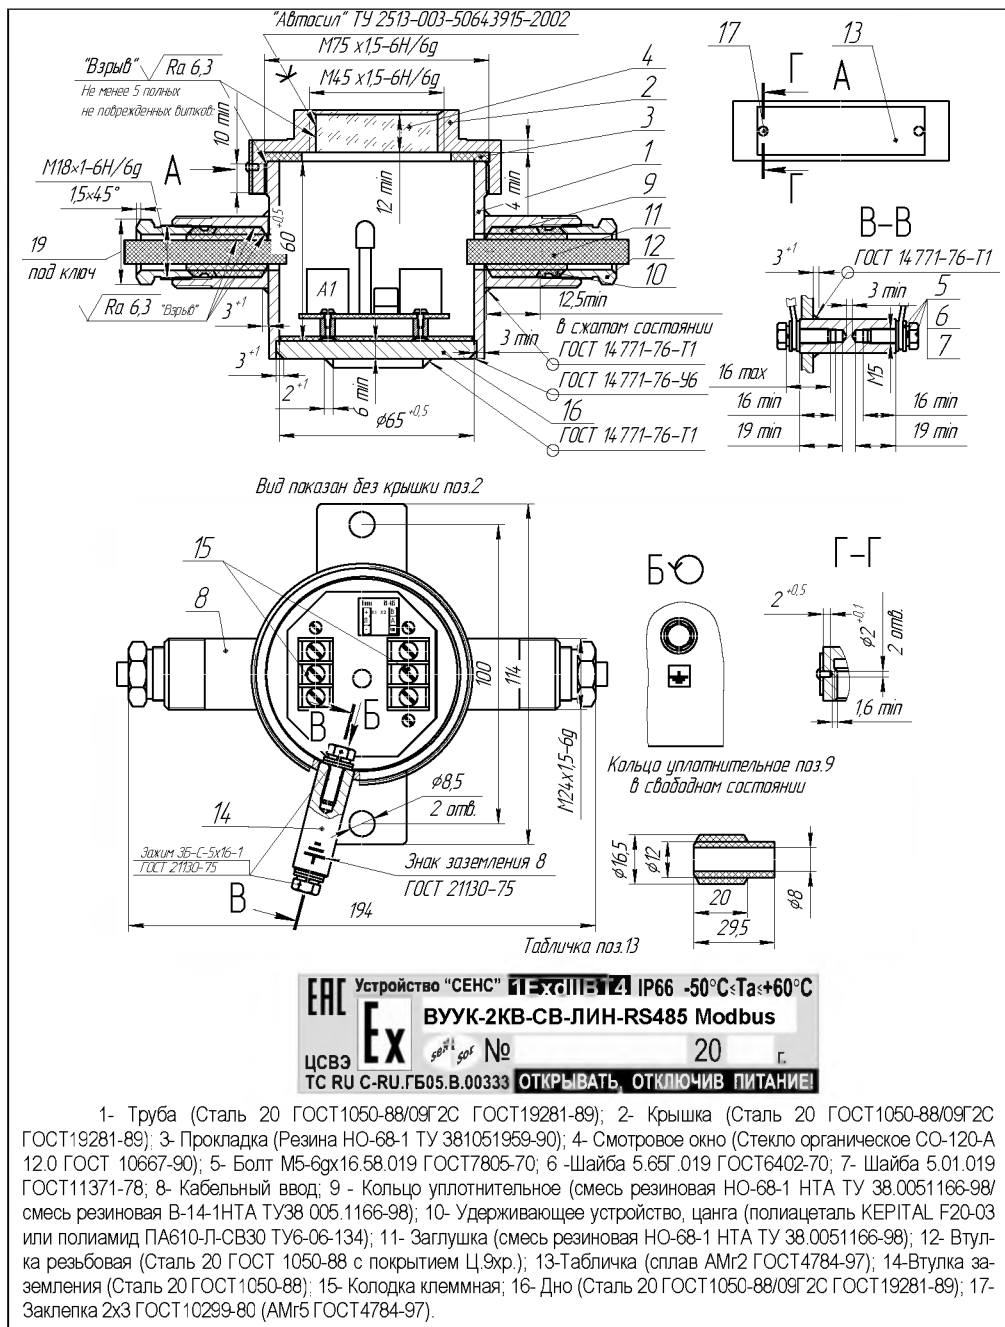
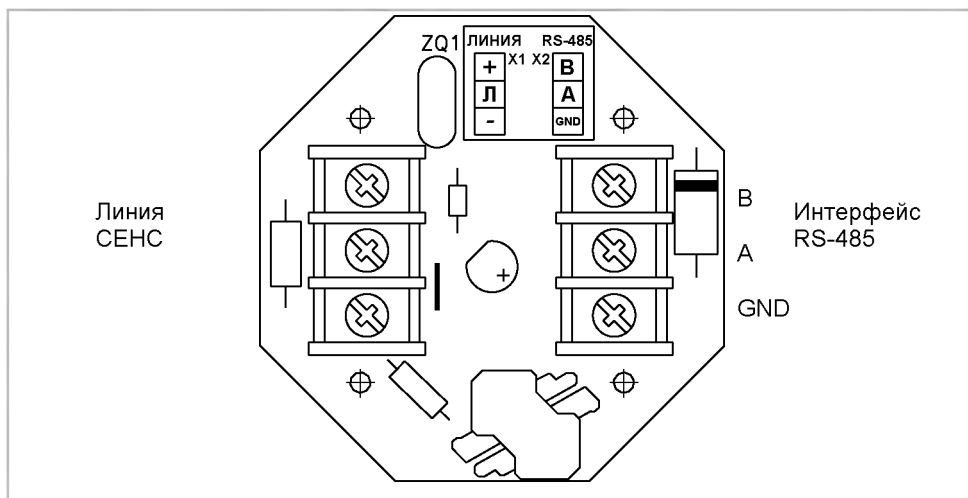

Рисунок 2 – Чертеж средств взрывозащиты адаптера
Рисунок 3 – Внешний вид платы адаптера. Назначение контактов
Адаптер (рисунок 2) состоит из стального корпуса с двумя кабельными вводами, в котором размещена печатная плата (рисунок 3) с элементами схемы (в т.ч. светодиодным индикатором и винтовыми клеммными зажимами) и крышки. Герметичность корпуса обеспечивается резиновыми уплотнениями.
5.2.6 Сопряжения деталей, обеспечивающих взрывозащиту вида «d», показаны на чертеже средств взрывозащиты (рисунок 2), обозначены словом «Взрыв» с указанием параметров взрывозащиты.
Электрические соединения и герметизацию адаптера производить следующим образом (рисунок 2):
Примечание – возможна настройка адаптера без подключения к линии СЕНС. При этом питание адаптера может осуществляться от источника постоянного напряжения +6..13В. Подключите источник питания к клеммам «+» и «-» зажима «ЛИНИЯ», соблюдая полярность (см. рисунок 3).